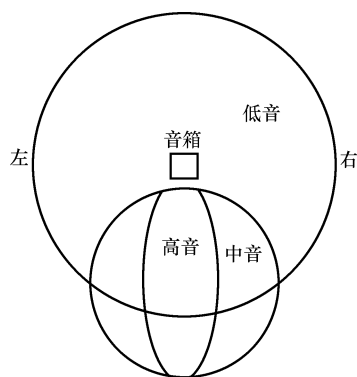

图 4-91 音箱水平方向指向性示意图
1) 音箱指向性概念。如图 4-91 所示是一般音箱水平方向指向性示意图，所谓指向性就是音箱向空间辐射声波强弱的特性，它与声音的频率直接相关。
高频的指向性最强，它的声波能量主要集中在正向轴线两侧一宽束范围内，如图 4-91 所示。